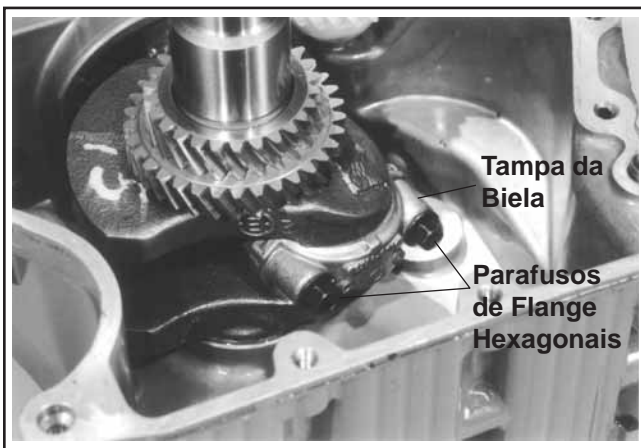

Figura 9-50. Retirar a Biela.
1. Retire os dois parafusos de flange hexagonais e a tampa da biela. Consulte a Figura 9-50.